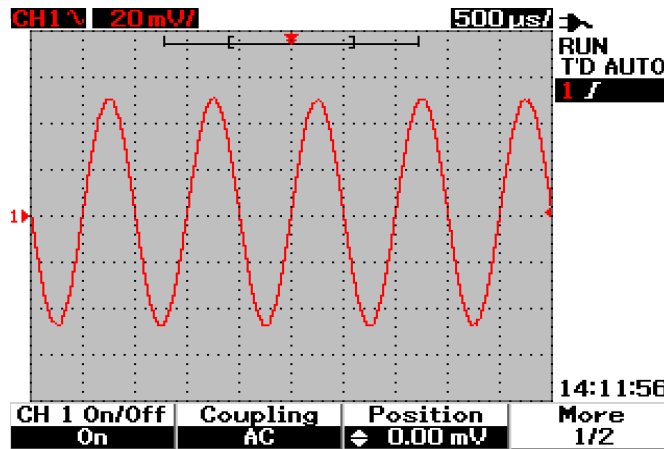

Figura 3-3 Ajuste da posição vertical da forma de onda exibida.
É possível ajustar a forma de onda verticalmente pressionando a softkey F3. A Figura 3-3 exibe a configuração de ajuste da posição vertical.
- 2 À medida que a chave rotativa  é girada, o valor da tensão correspondente é exibido abaixo do título Position, exibido na Figura 3-3. Esse valor de tensão indica a distância da referência terra em relação ao centro da tela.